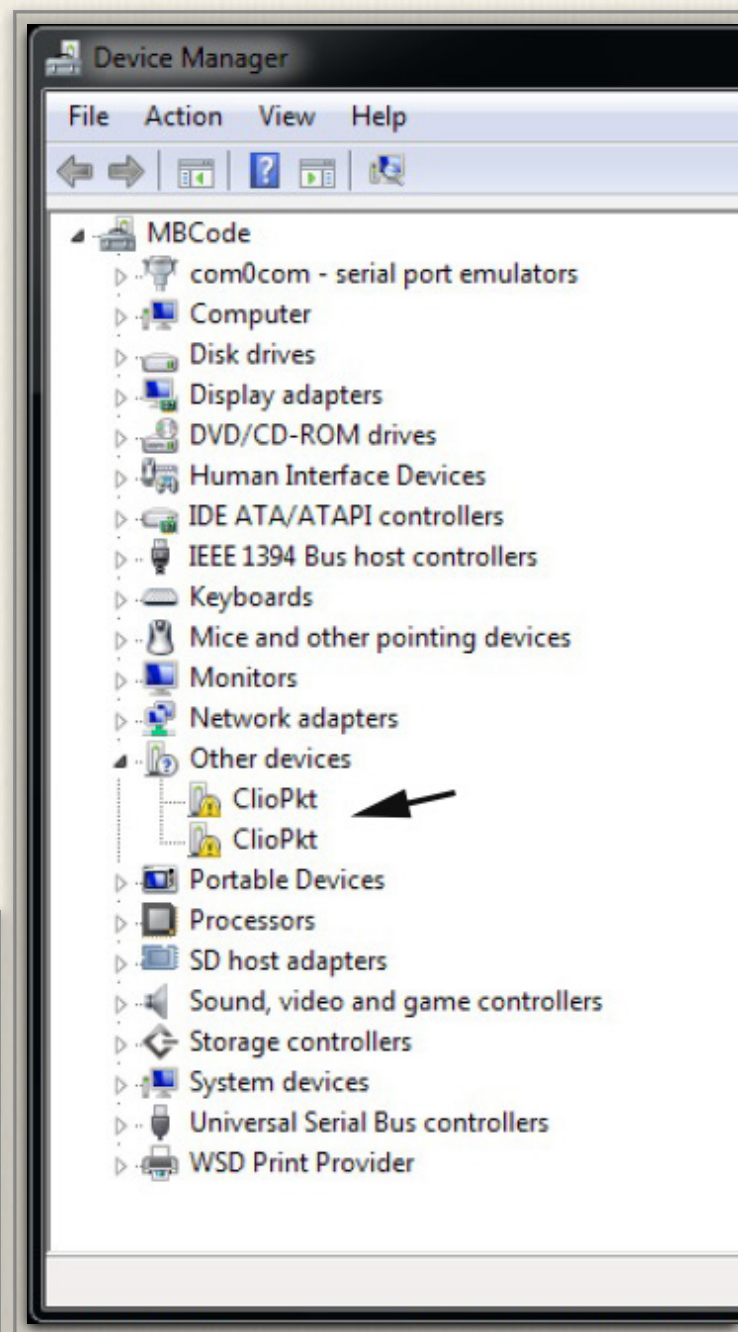
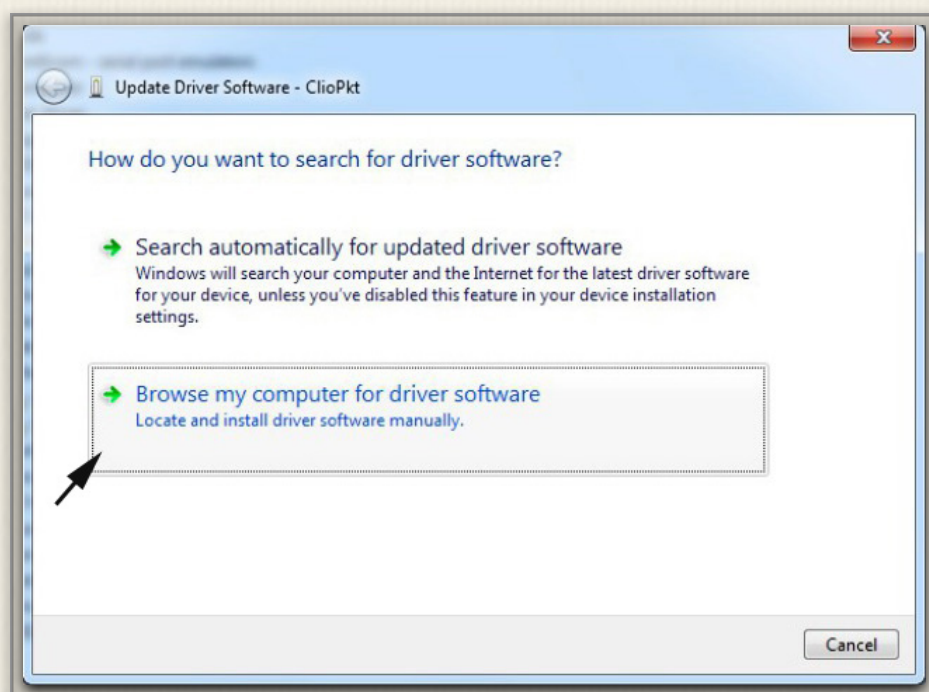

図1-3
図1-4
デバイスマネージャー（図1-3）を開く
⑤（図1-3）のClioPktを右クリックし、「Update Driver Software」（図1-4）を開く
⑥（図1-4）で矢印「Browse my computer...」を選択する
⑦ドライバーのあるフォルダーを指定する。通常はCDドライブ->Windows->Driver-Vista_7_8を選択する
⑧ 二番目のドライバーについても同様に行う